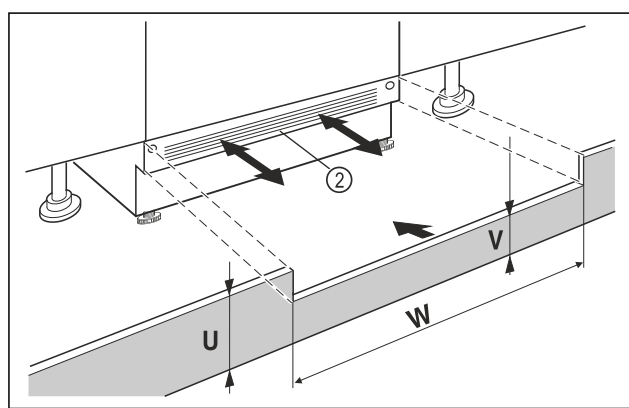

Fig. 17 Príkladné zobrazenie
- Nasadte podstavcový kryt zariadenia Fig. 17 (2), ale ešte ho neupevňujte.
- Pri viditeľnom podstavcovom kryte Fig. 17 (2) tento potiahnite dopredu tak ďaleko, aby predná hrana vetracej mriežky a podstavcového krytu nábytku tvorili jednu rovinu.
- Pri zakrytom podstavcovom kryte Fig. 17 (2) tento posuňte úplne dozadu.
- Dávajte pozor na úplne voľnú vetráciu štrbinu: V prípade potreby prirežte výšku podstavcového krytu nábytku Fig. 17 (U)!
- Pozdĺž šírky výklenku Fig. 17 (W) prispôbte výšku medzi-steny Fig. 17 (V) pod podstavcovým krytom zariadenia Fig. 17 (2).